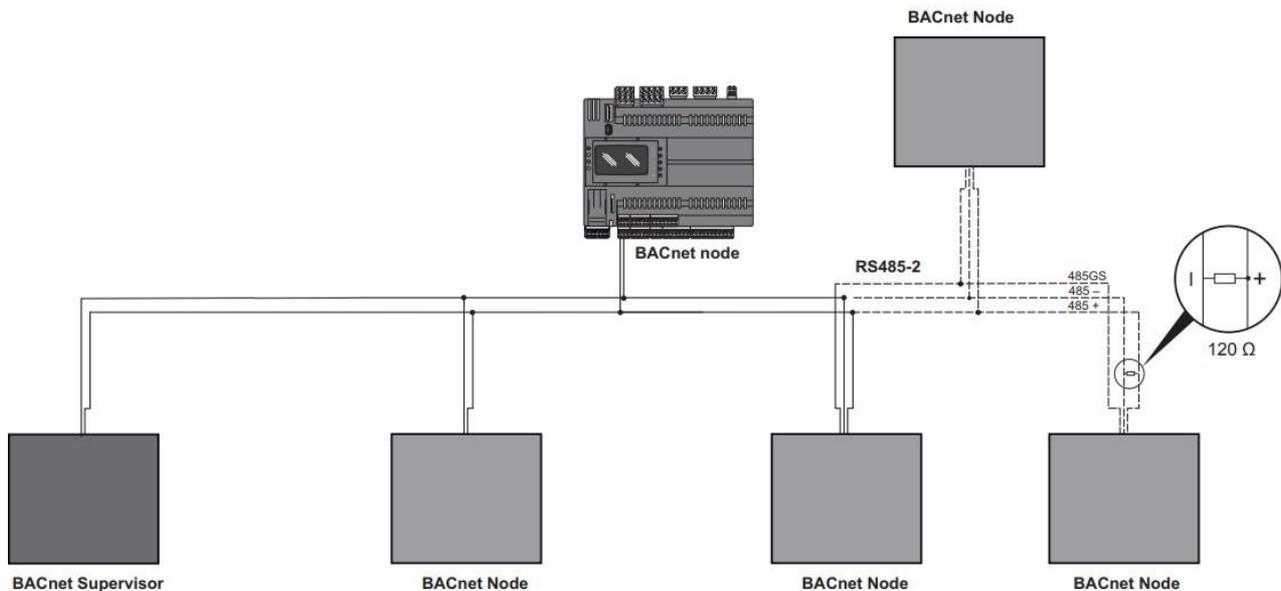

Figure 9.3 : Exemple de réseau MS/TP BACnet
- Pour maintenir l'équilibre de la ligne RS485, une résistance de terminaison de 120 Ω doit être ajoutée à chaque dispositif d'extrémité, comme le montre la figure 9.3.